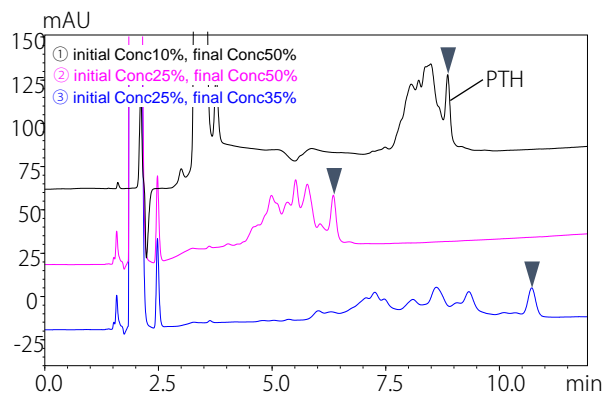
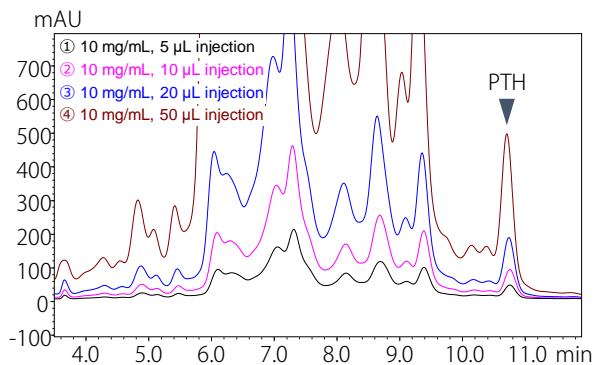

図2 分離条件の最適化結果
図3 負荷量の検討結果
分析スケールにて、目的化合物である合成ペプチド (パラトルモン (1-34): PTH) を含むクルードな合成試料の分離条件を検討しました。分離条件検討前のUVクロマトグラム (分析条件: 表1) を図2①に示します。この条件では目的成分と夾雑成分との分離が不十分であり、負荷量を増加させると不純物との分離がさらに悪化するため、目的成分を高純度で回収するためには分離改善が必要です。
PTH (青い矢印) とクルードな合成試料に含まれる不純物との分離は、初期濃度25%、最終濃度35%の条件で最も良い結果となりました (図2の③)。
分析スケールにて最適化された条件 (図2の③) において、合成試料 (10 mg/mL) を用いて、5, 10, 20, 50 μLの注入量で負荷量の検討を実施しました (図3)。注入量を増やしてもPTHの分離は悪化しないことから、注入量50 μLの条件にてスケールアップし、分取を実施することとしました。